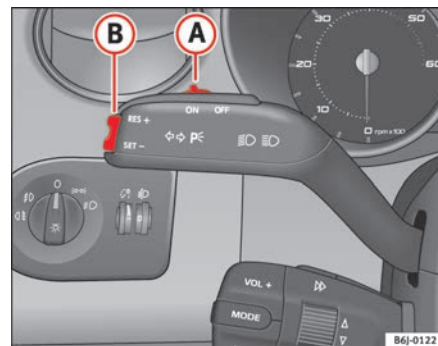

Fig. 104 Palanca de intermitentes y de luz de carretera: mando y tecla basculante para el regulador de velocidad
- Presione la parte superior de la tecla basculante **RES** ⇒ fig. 104 **B** para aumentar la velocidad. El vehículo acelerará mientras mantenga la tecla presionada. Al soltar la tecla quedará memorizada la nueva velocidad.
Si se reduce la velocidad programada pisando el pedal del freno, se desactiva el regulador de velocidad. Si quiere activar de nuevo el regulador, bastará con presionar una vez la parte superior de la tecla basculante **RES+** ⇒ página 154, fig. 104 **B**.